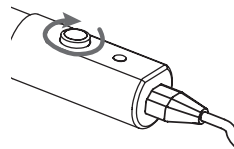

Fig. 9
- Ruotare il termostato in senso orario fino a raggiungere la regolazione massima [Fig. 9]